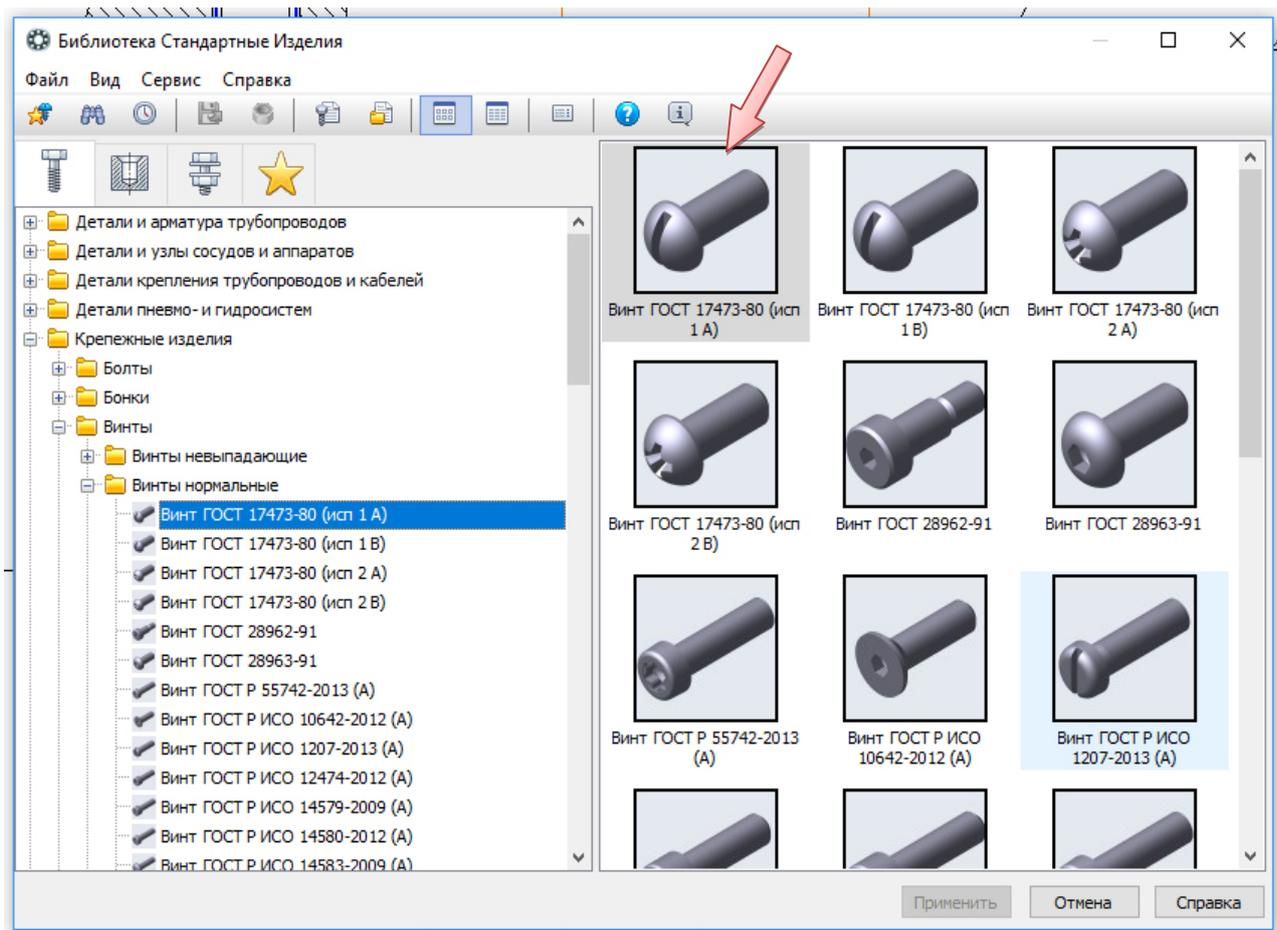

Рис. 4.52. Выбор винта в библиотеке крепежных изделий
- В дереве библиотеки откройте ветвь «Крепежные изделия» → «Винты» → «Винты нормальные», выберите винт ГОСТ 17473–80 (исп 1А) и два раза щёлкните ЛК (рис. 4.52).